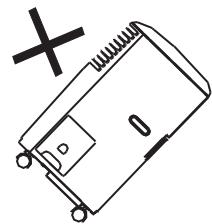

fig. 1
- Placez toujours l'appareil sur un sol stable (fig. 1).